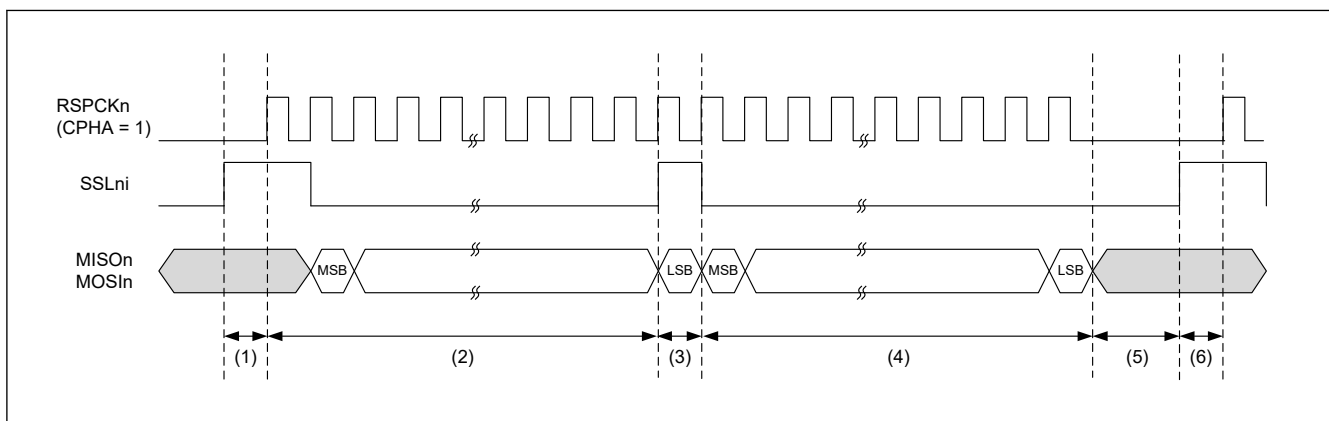

図 32.59 バースト転送の動作例 (SPFRF = 1)
- SPI コマンドレジスタ (SPCMD) の SSLni 信号レベル保持ビット (SSLKP) が 1 で、SPI コントロールレジスタ (SPCR) のバースト転送フレーム遅延選択ビット (BFDS) が 1 のときの SPCMD0~SPCMD1 を 図 32.59 に示します。設定によりバースト転送を実現した場合の SSLni 信号動作とシリアルデータ MISO_n/MOSI_n の例を以下に示します。SSLni 出力信号の極性は、SPI SSLi 信号極性ビット (SPCR3.SSLiP) (i = 0~3) の設定値で決まります。